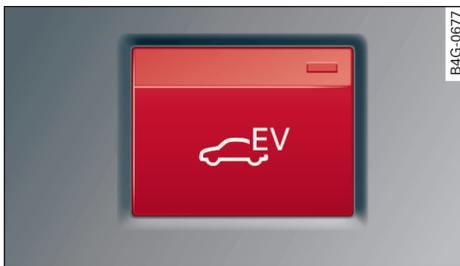

图 136 中控台：按钮
e-tron 模式：EV - 在电驱动模式下汽车纯电动行驶。在任何行驶方式下，每次行车开始时电动模式都处于启用状态。按钮中的 LED ⇨ 图 136 亮起。另外，在组合仪表上会出现指示灯 。只要满足电动行驶条件，那么内燃发动机就保持关闭状态 ⇨ 第 91 页，电动行驶条件。
- 如果在行驶档 S 中按按钮 ⇨ 图 136，那么变速箱自动切换到常规模式 D。